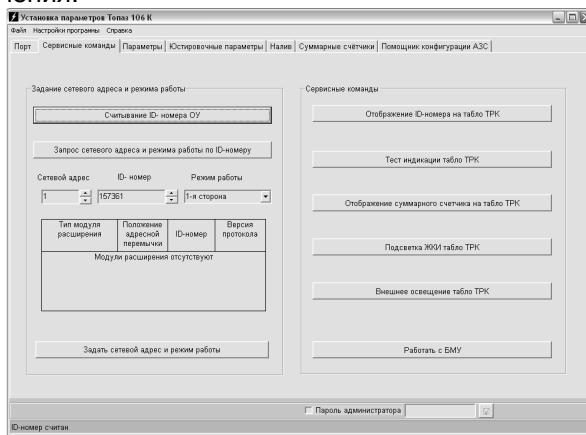

Рисунок 3
7.2.2 На вкладке "Сервисные команды" производится настройка сетевых адресов и режимов работы рукаов устройства по их ID-номерам (рисунок 3).